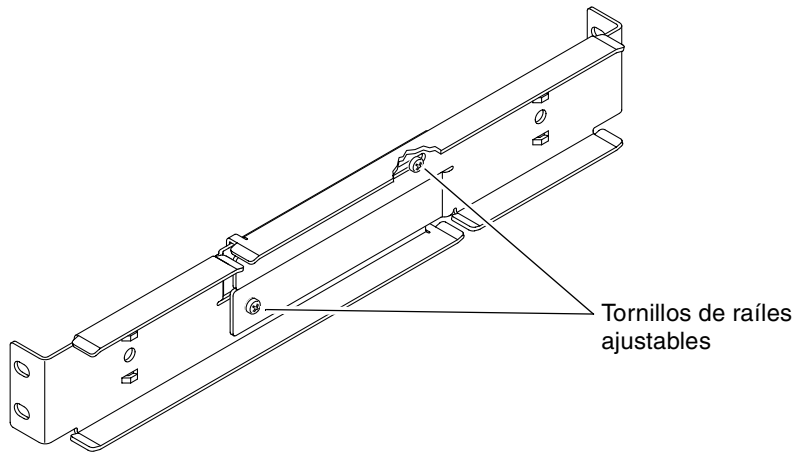

FIGURA 3-15 Aflojamiento de los tornillos del raíl ajustable
2. Suelte los dos tornillos situados en el medio de cada raíl ajustable para poder extender éste (FIGURA 3-15).
5. Apriete los dos tornillos en el centro de cada raíl ajustable (FIGURA 3-15).